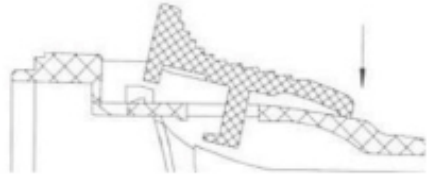

FIGURA 8
12.2. Pressione a parte traseira do gatilho. (FIGURA 8)